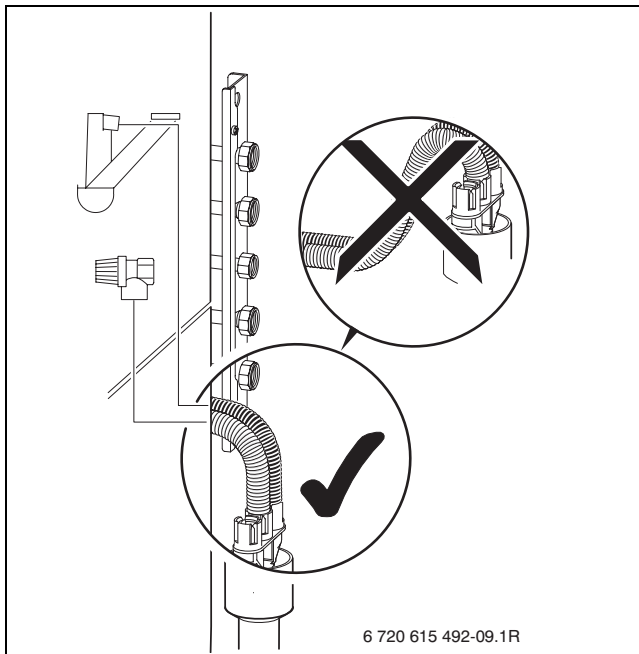

Fig. 25
- ▶ Slang van overstort op afvoergarnituur aansluiten (→ afb. 25, pagina 28).